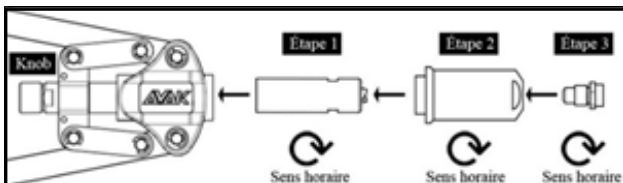

Figure 1: Installation des accessoires pour le rivet de fixation
2. Installez les accessoires tels qu'illustré dans la Figure 1 avec les poignées fermées. Fixer les accessoires avec la rotation appropriée comme indiqué sous chacune de ces accessoires.